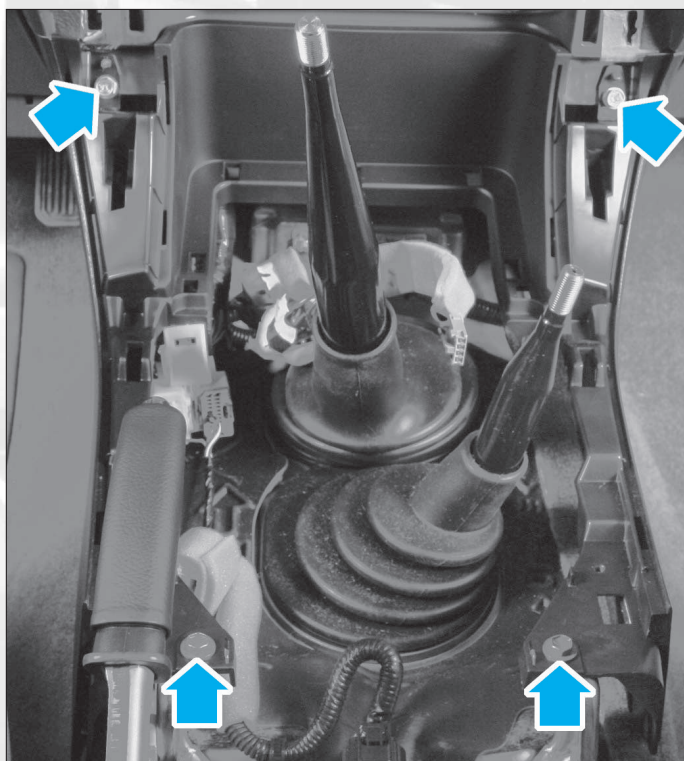

FIG. 30
- Déposer les deux vis et les deux boulons de la partie inférieure du boîtier de console (Fig.30).